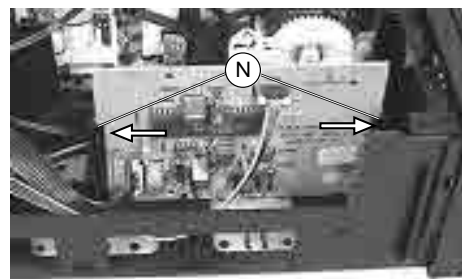

Fig. 11
- Führungsleisten (N) vorsichtig auseinanderdrücken und NICAM-Decoder herausnehmen (Fig. 11).
- Press the guides (N) carefully apart and take out the NICAM Decoder (Fig. 11).